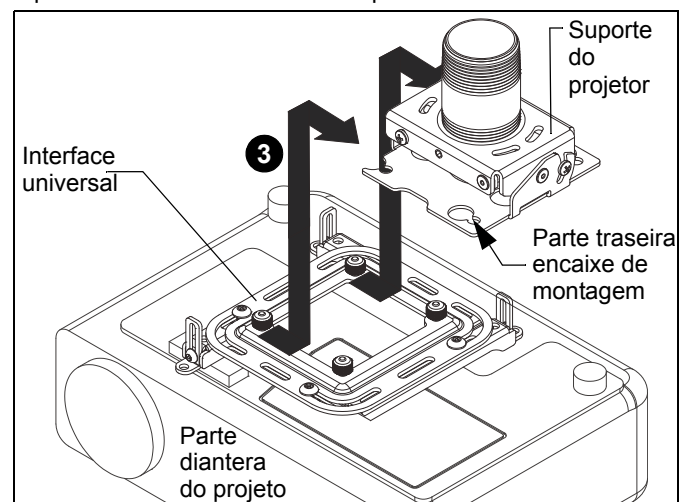

Figura 17
2. Oriente o projetor fixado à interface universal com o suporte do projetor. (Consulte a Figura 17)